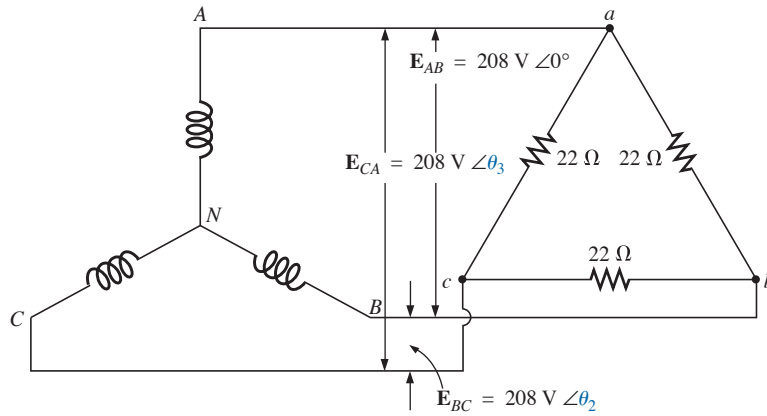

Figura 23.42 Problemas 13, 14, 15, 34 e 45.
13. A sequência de fase do sistema Y- Δ visto na Figura 23.42 é ABC.
- 45. Repita o problema 44 para o circuito visto na Figura 23.42